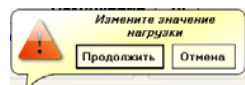

Рисунок 2.23
8) Якщо в вимірювальній схемі як навантаження використовується не Магазин навантажень CA5018, а інший магазин, то на екрані з'явиться повідомлення, що рекомендує змінити значення потужності навантаження (рисунок 2.23). Слід змінити значення навантаження і потім клацнути по кнопці **Продолжить**.